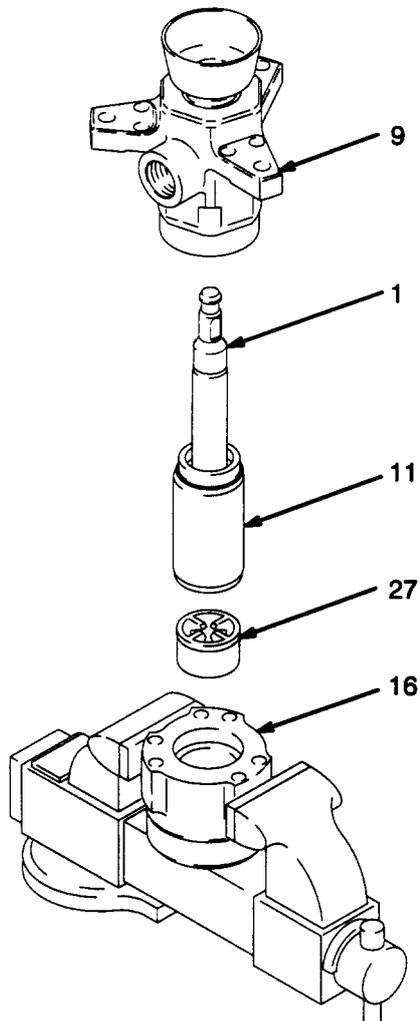

Fig. 6
4. Soulever le carter de sortie (9) bien droit au dessus de la pompe. Faire très attention à ne pas rayer la tige de piston (1) lors de cette opération. Voir Fig. 6.
5. Extraire le cylindre (11), la tige de piston (1) et le sous-ensemble de piston du carter d'entrée (16). Déposer le guide de bille (27) du carter d'entrée, et examiner les parois du guide. Voir Fig. 6.
6. Au moyen du maillet en caoutchouc, repousser la tige de piston (1) et le sous-ensemble de piston par le bas du cylindre (11) jusqu'à ce que le piston se libère. Extraire le piston et la tige de piston du cylindre, en faisant attention à ne rayer aucune pièce.
7. Placer le guide de bille d'entrée (27) dans le carter d'entrée (16). Placer le carter d'entrée dans un étau, regardant vers le haut. Voir Fig. 6.
8. Mettre en place le joint torique (10*) au bas du cylindre (11). Lubrifier le joint torique. Placer le cylindre sur le carter d'entrée (16). Frapper la partie supérieure de la tige de piston (1) au moyen d'un maillet en caoutchouc, pour mettre le cylindre en place.
9. Installer le joint torique (10*) à la partie supérieure du cylindre (11). Lubrifier le joint torique. Placer le carter de sortie (9) sur le cylindre.